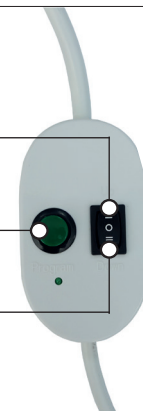

Abb.4: Justierschalter
- 2 Den Motor in Laufrichtung AUF mit Hilfe des Justierschalters in Bewegung setzen. Nachdem der Motor angefahren ist, die schwarze Einstell taste (Taste 1, Abb.4) drücken und gedrückt halten bis die gewünschte obere Endlage erreicht ist. Durch Loslassen der schwarzen Taste bestätigen Sie den Endpunkt.
- 3 Nun den Motor in Laufrichtung AB mit Hilfe des Justierschalters in Bewegung setzen. Nachdem der Motor angefahren ist, die schwarze Einstell taste (Taste 1, Abb.4) drücken und gedrückt halten bis die gewünschte untere Endlage erreicht ist. Durch Loslassen der schwarzen Taste bestätigen Sie den Endpunkt.